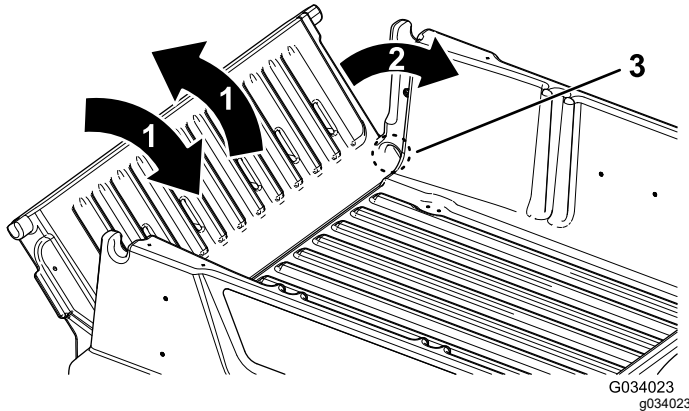

Figura 18
2. Gire el portón trasero a un ángulo de 45° aproximadamente (Figura 18).
3. Mueva el portón trasero varias veces hacia adelante y hacia atrás con breves sacudidas (Figura 18).